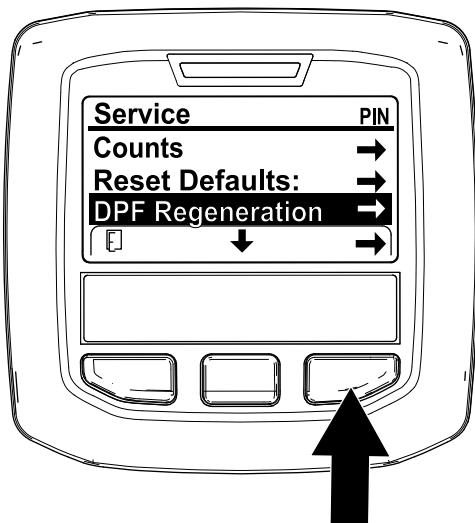

Figura 35
1. Aceda ao menu de manutenção, pressione o botão central para se deslocar para a opção REGENERAÇÃO DO DPF (Figura 35).
2. Pressione o botão direito para selecionar a entrada Regeneração do DPF (Figura 35).